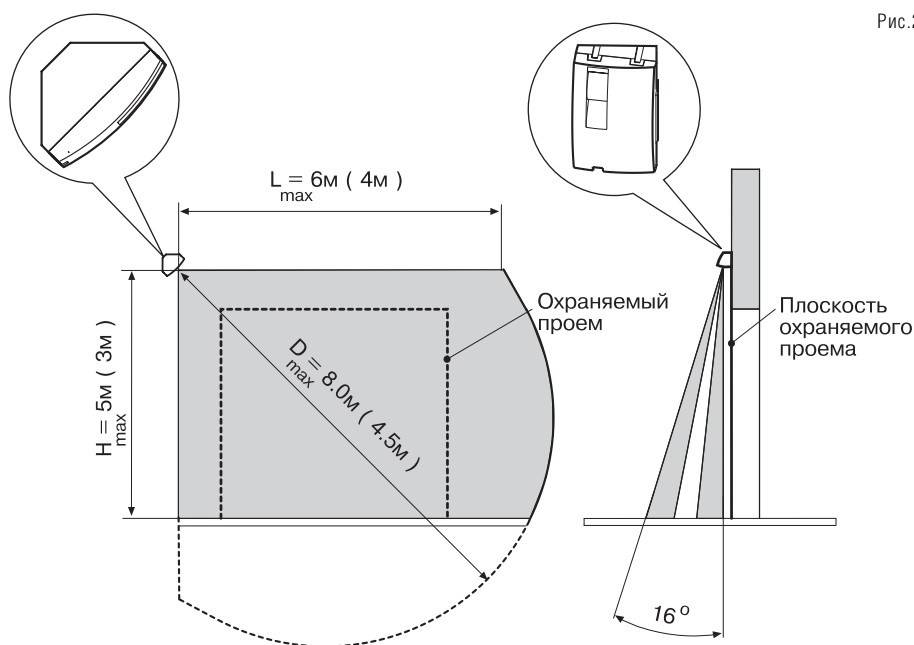
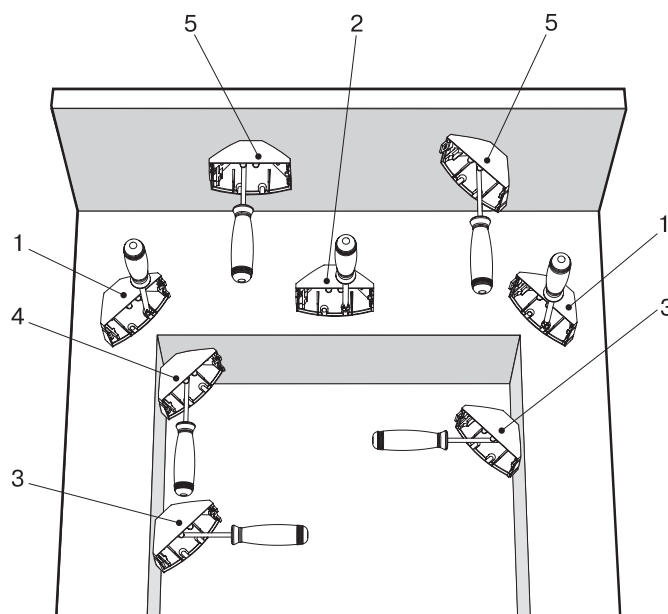

Рис.2
Рис.3
Основание имеет четыре плоскости для крепления на стену, потолок или углы блокируемого проема. Внутри основания имеются две направляющие риски (5), образующие плоскость, которая должна совпадать с плоскостью охраняемого проема. Ориентация зоны обнаружения относительно корпуса приведена на Рис.2. Выбор плоскости для крепления основания в зависимости от места установки приведен на Рис.3, где: